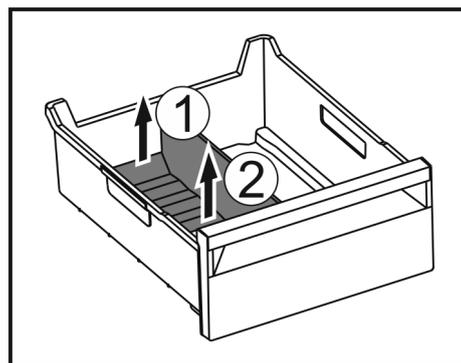

Fig. 145
- ▶ Hinternen Teil des Eisfach-Trenners anheben. Fig. 145 (1)
- ▶ Eisfach-Trenner nach oben entnehmen. Fig. 145 (2)